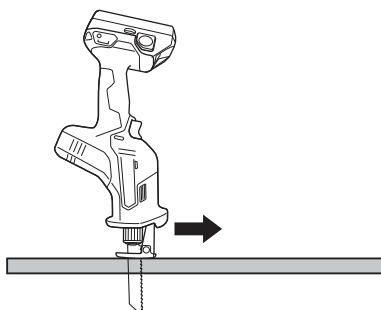

Fig. 26
- (3) Tirez l'interrupteur à fond et avancez lentement la scie. (Fig. 26).